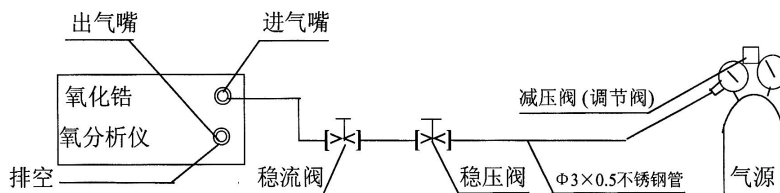

图6 稳压、稳流装置接入示意图
- 3.2.8、如果现场待测气体的压力、流量不稳定,将会给准确测量带来误差,此时可在进气回路增加稳流稳压装置(见图6),保证压力流量的稳定,保证测量的准确度。